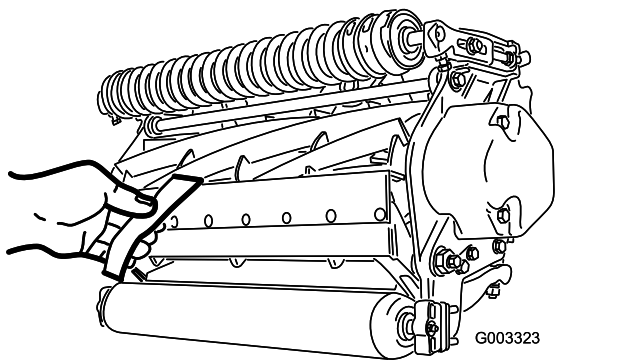

図 13
10. 切れ味確認用のペーパートロのパーツ番号 125-5610 を一枚、リールと下刃との間に、下刃に対して直角になるように差し入れて、カッティングユニットの切れ味をテストする 図 13。ゆっくりとリールを回転させるこれで紙が切れれば合格である。